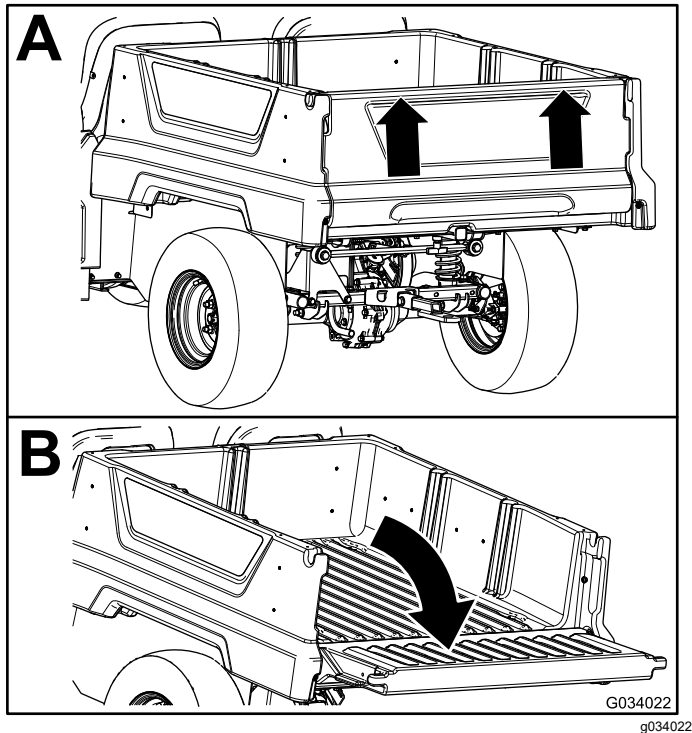

Figura 23
2. Eleve el portón trasero con las dos manos mediante el reborde cerca de la parte superior del portón trasero (**Figura 23**).
3. Baje el portón hasta que quede nivelado con la parte inferior de la plataforma de carga (**Figura 23**).